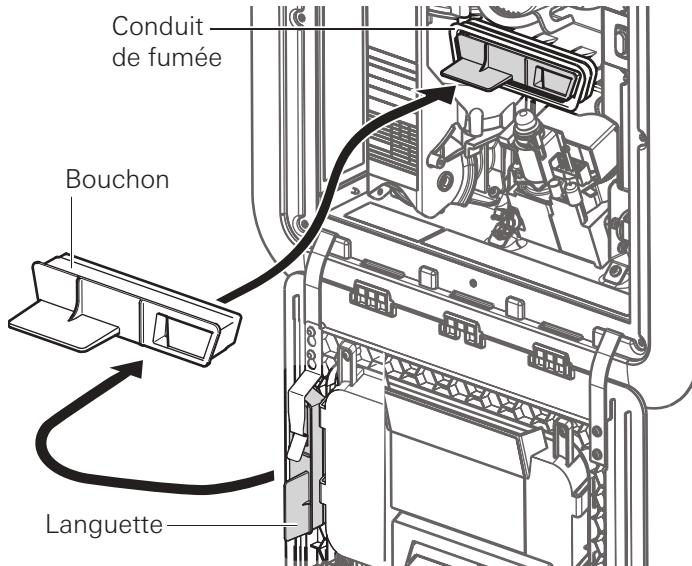

Fig. 6
5. Enlevez le bouchon du support, et utilisez-le pour obstruer le conduit de fumée (voir la Figure 6).